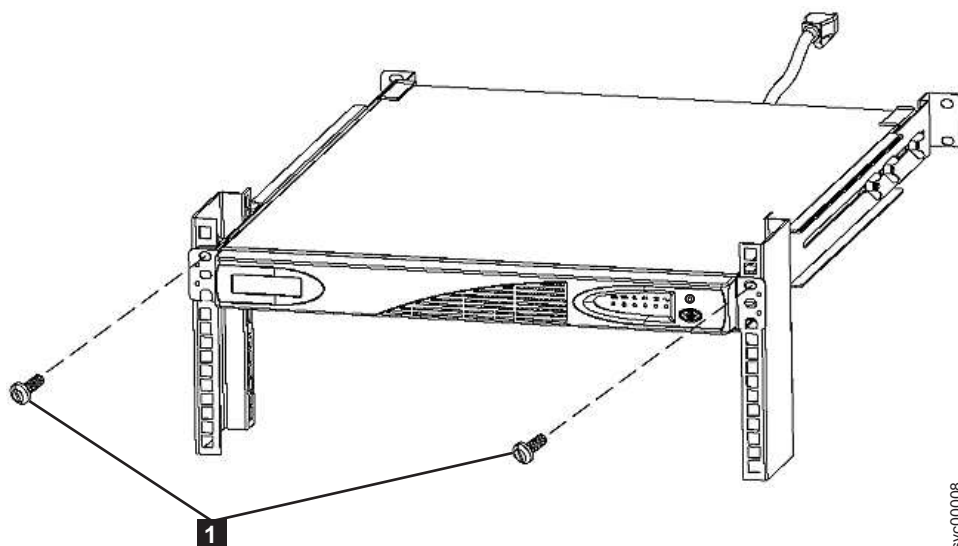

图 223. 2145 UPS-1U 的安装螺钉
9. 在 2145 UPS-1U 的前部，拧松两颗安装螺钉 **1**，如第 278 页的图 223 中所示。